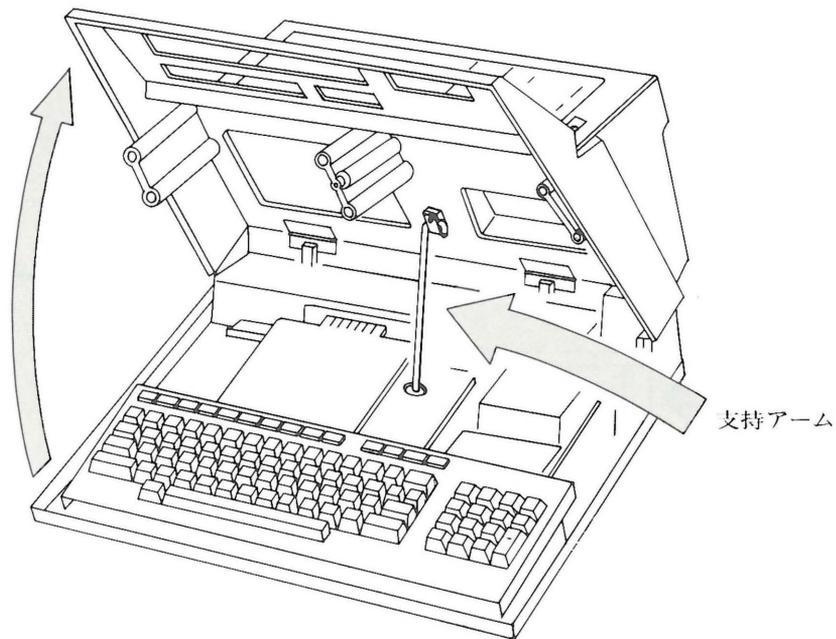

図 3-2 支持アームで支える
- (3) 固定ビスを外したら、本体上部を手前より静かに持ち上げ、図3-2に示すように支持アームを本体上部の底面から引き出し、下部のキャビネットに付けられているホールに入れて支えます。